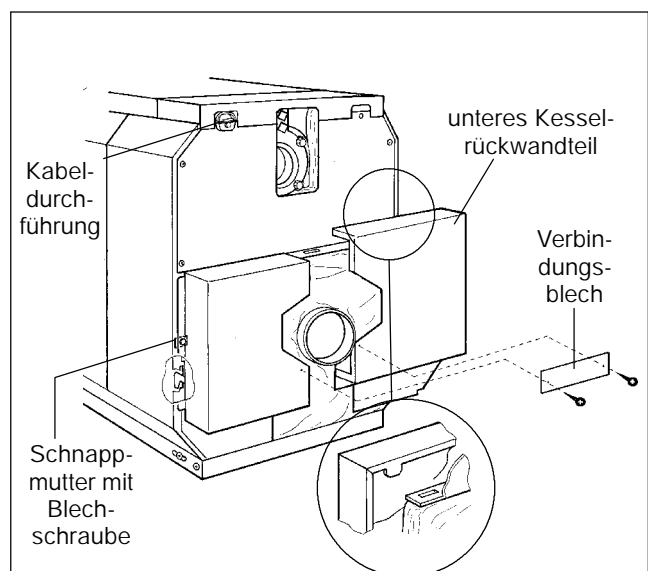

Abb. 43
- Schnappmutter in die linke und rechte Seitenwand einsetzen (Abb. 43).
- Die unteren Kesselrückwandteile links und rechts in die Schlitze der Abkantung der oberen Kesselrückwand und der Seitenwand einhängen (Abb. 43).
- Blechrauben in die Schnappmuttern eindrehen (Abb. 43).
- Verbindungsblech unterhalb des Abgasstutzens auf die Kesselrückwandteile mit Blechschrauben aufschrauben (Abb. 43).
- Kabeldurchführung aus Kunststoff an die obere Kesselrückwand anschrauben (Abb. 43).